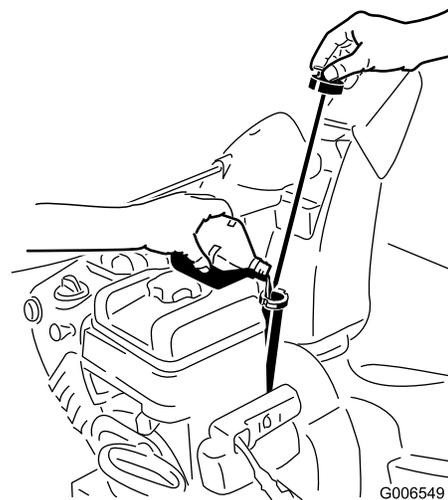

Bild 18
1. Nehmen Sie den Peilstab heraus und füllen Sie das Öl **langsam** in den Einfüllstutzen ein, um den Ölstand auf die Vollmarke am Peilstab anzuheben. **Überfüllen Sie nicht** (Bild 18). Siehe „Prüfen des Motorölstands“ unter „Wartung“.